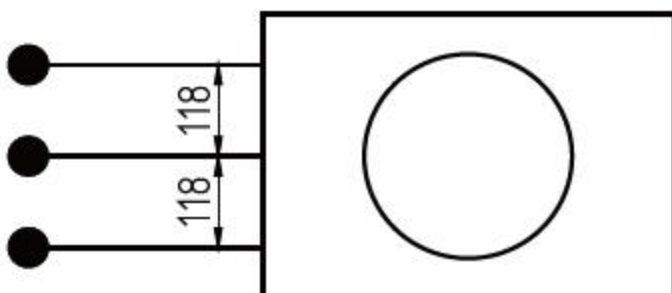

图3-100 复制图形
**05** 调用CO【复制】命令，对新绘制的圆环和直线进行复制操作，如图3-100所示。